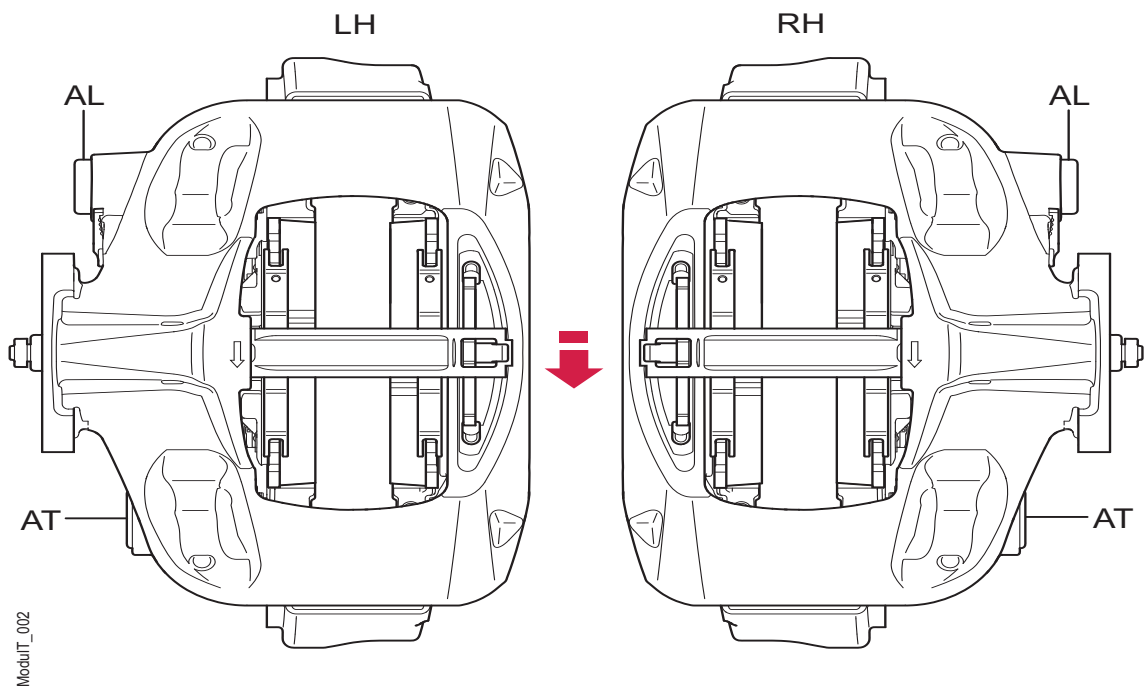

Figura 69. Orientación de Haldex ModulT
La figura 69 siguiente proporciona una visión general de ambas variantes y su relación con el giro normal de la rueda y el disco, indicado con una flecha roja, y sus funciones de deslizamiento principal (AL) y secundaria (AT).
Cada pinza tiene también una flecha de rotación en la superficie moldeada, donde el retenedor de pastillas descansa sobre el lado interior, véase la figura 69.